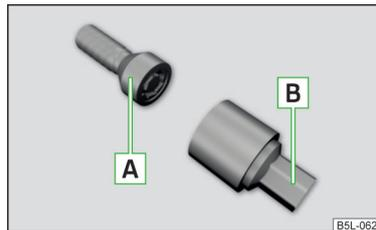

Abb. 219
Die Anti-Diebstahl-Radschrauben schützen die Räder vor einem Diebstahl. Diese können nur mithilfe des Adapters **B** » Abb. 219 gelöst bzw. festgezogen werden.
- › Den Adapter **B** » Abb. 219 mit der verzahnten Seite bis zum Anschlag in die innere Verzahnung im Kopf der Anti-Diebstahl-Radschraube **A** stecken.